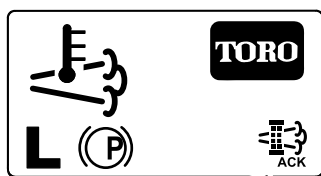

Рисунок 55
8. В ходе процесса регенерации дисплей инфо-центра показывает главный экран и в правом нижнем углу экрана отображается значок подтверждения регенерации (Рисунок 55).